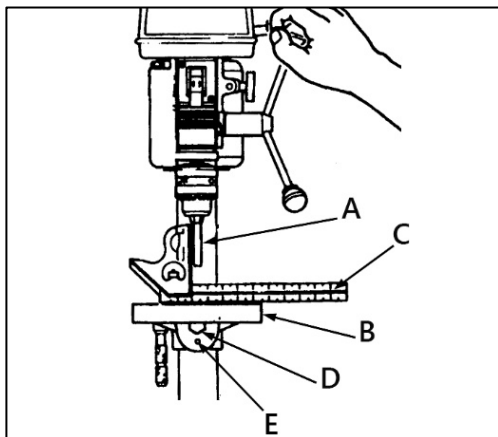

Рисунок 16.
Чтобы использовать рабочий стол в наклонном положении, ослабьте установочный винт (E) (рис. 16) и фиксирующий болт (D) при помощи соответствующего ключа. Наклоните стол на желаемый угол, затяните фиксирующий болт и установочный винт.